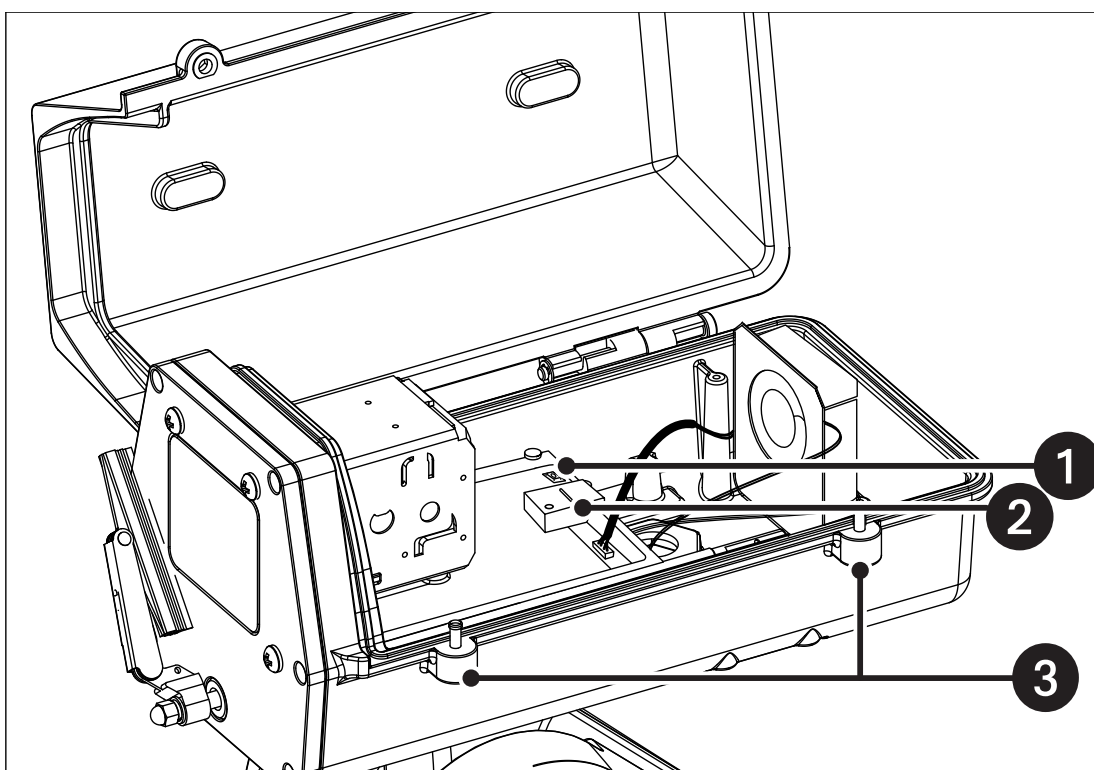

Figura 11. Instalación de la tarjeta SD
1. Abra la tapa tras desenroscar los dos tornillos de la carcasa de la cámara (ver 3 en la figura 11) con una punta hexagonal de 5/32 in (no suministrada).
2. Inserte/extraiga la tarjeta SD en/del conector situado tras la cámara (ver 2 en la figura 11) (**NOTA:** Oriente la tarjeta SD según la etiqueta del panel).